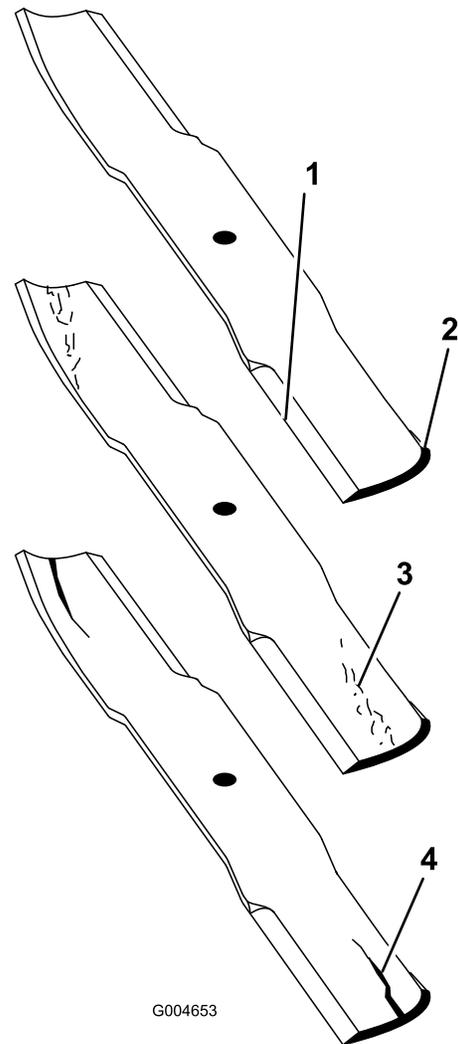

Figure 98
2. Examinez attentivement les tranchants de la lame, particulièrement au point de rencontre de la partie plane et de l'ailette (Figure 98).
Remarque: Le sable et les matières abrasives peuvent éroder le métal à cet endroit, c'est pourquoi il est important de contrôler l'état de la lame avant d'utiliser la tondeuse. Remplacez la lame si elle vous semble usée (Figure 98).